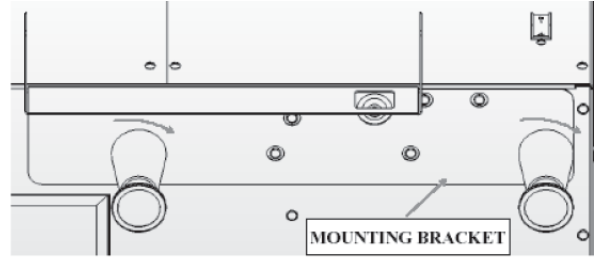

Fig. 2
2. Inserte el soporte entre las patas y la base de la máquina y vuelva a apretar las patas (Fig. 2).